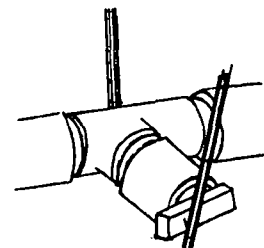

FIG. 2
4.º Passo – Acople a luva (fig. 2).